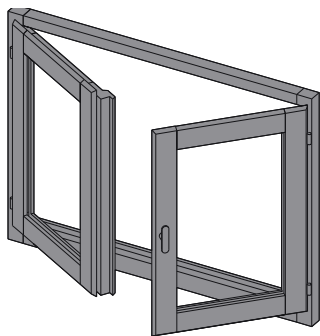

fig. 11.1
■ La **fenêtre isolante** (fig. 11.1) : fenêtre dont les constituants présentent des caractéristiques particulières limitant les échanges thermiques entre l'intérieur et l'extérieur. Ce type de fenêtre possède un *double vitrage*, des *cadres ouvrant et dormant* se recouvrant partiellement ainsi que des joints périphériques d'étanchéité.